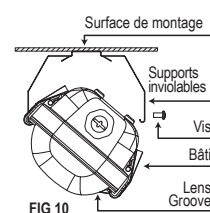

FIG 10
- Insérez le bâti dans le support inviolable comme illustré sur la Figure 10 et fixez-le sur la rainure de la lentille d'éclairage.
- Fixez le bâti sur le support inviolable à l'aide des vis fournies (2 par support) comme illustré sur la Figure 10.